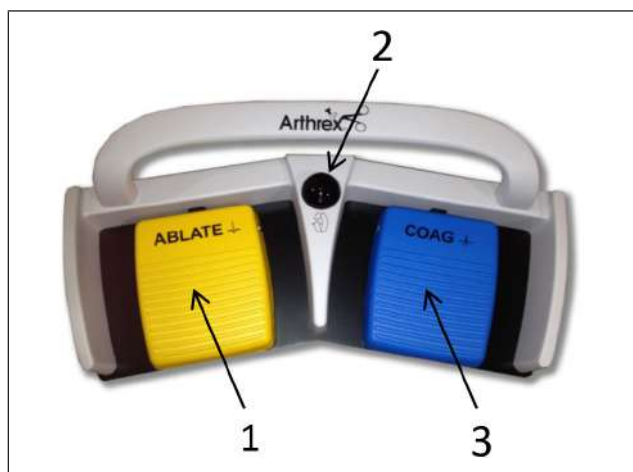
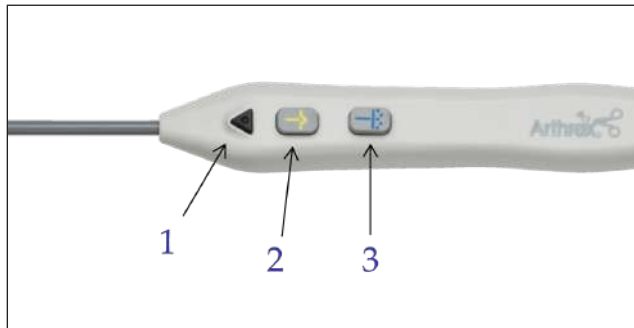

Figura 12 Pedala comutatoare a sistemului Synergy^{RF} – descriere
Figura 13 Sonda Apollo^{RF} – descriere
1. Setare de putere ABLATE (Ablație)	Ablație – înseamnă a îndepărta sau a tăia. Setările de putere pentru ABLATE (Ablație) sunt cuprinse între 0 și 9. Când un dispozitiv accesoriu este cuplat la consolă, acesta va fi recunoscut și se va afișa setarea de putere recomandată pentru ABLATE (Ablație) . Dacă se dorește o setare alternativă, folosiți butoanele de reglare a puterii ABLATE (Ablație) SUS și JOS pentru a alege setarea dorită. Setarea de putere pentru ablație poate fi reglată și de la butonul de modificare a puterii de ablație de pe pedala comutatoare Synergy ^{RF} (consultați Figura 12) sau sonda Apollo ^{RF} (consultați Figura 13). Fiecare activare a butonului de modificare a puterii de ablație mărește setarea de putere pentru ablație cu 1 unitate, doar în sens crescător.
Generatorul Synergy^{RF} are integrată funcția de recunoaștere inteligentă a dispozitivului (IDR) pentru sondele Apollo^{RF}. Când sonda este atașată, se aplică automat setarea recomandată dar, dacă operatorul dorește o setare alternativă, poate folosi pentru modificarea setărilor butoanele pentru puterea **ABLATE** (Ablație), puterea **COAG** (Coagulare) sau **Ablate power change** (Modificarea puterii de ablație) ale dispozitivului (consultați Figura 13). Este posibil ca unele setări de putere să nu fie permise, în funcție de sonda RF atașată.
Ecranul **Probe Buttons** (Butoane sondă) are butoane radio pentru activarea sau dezactivarea **butonului de modificare a puterii de ablație** a piesei de mână a sondei Apollo^{RF} (consultați Figura 13). *Funcția este disponibilă doar pentru versiunea software 3.0 sau versiunile ulterioare.*